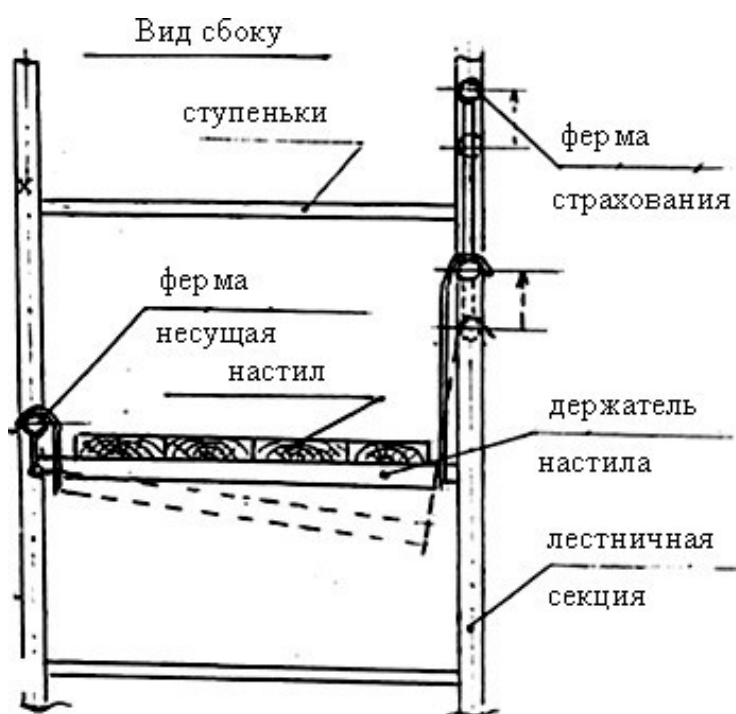

Рис.10 Схема установки держателя настила
Во избежание прогиба настила, под настилом устанавливается держатель настила. Рис.5 Схема его крепления показана рис. 10
4. Корректировка месторасположения ферм их вертикальным перемещением /см. рис.10/ до обеспечения следующего условия: ступеньки двух параллельных лестничных секций и держатель настила должны быть расположены в одной плоскости. В этом случае держатель настила будет поддерживать настил посередине, что исключить прогиб. Установка держателя настила выше или ниже плоскости неправильна.